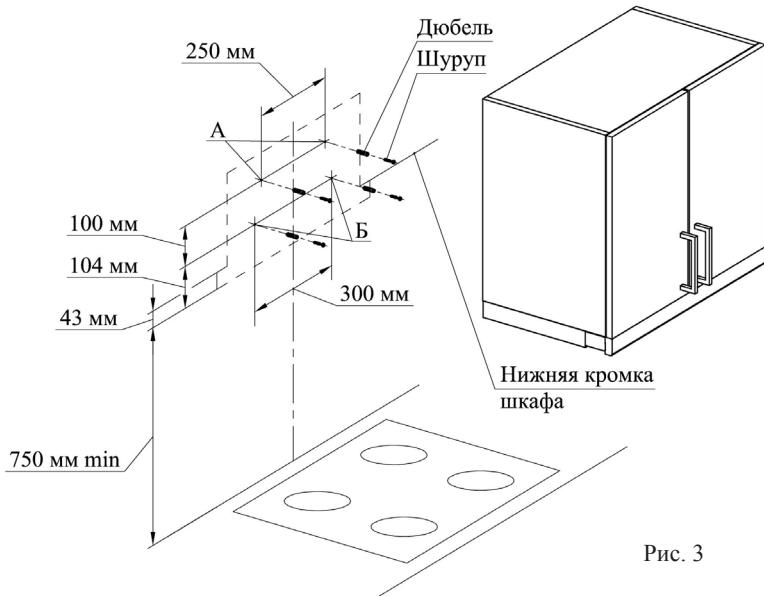

Рис. 3
- 6.2 Определите расстояние между нагревательной поверхностью плиты и воздухоочистителем и отметьте на стене нижний габарит воздухоочистителя. Прибавив 43 мм (рис. 3), Вы определите положение нижней кромки шкафа.
- С учетом установочной высоты и центральной линии разметьте на стене отверстия (А и Б) (рис. 3).
- В отверстия вставьте дюбели согласно рис. 3 и по отверстиям А заверните не до конца гайки M4.